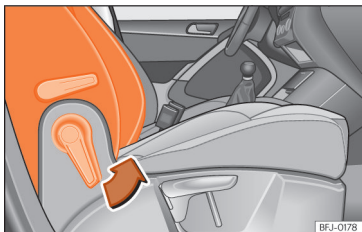

Abb. 3 Beifahrersitz: Sitzlehne einstellen.
- Bewegen Sie den Hebel in Pfeilrichtung »» Abb. 3 und stellen Sie die Sitzlehne in der gewünschten Position ein.